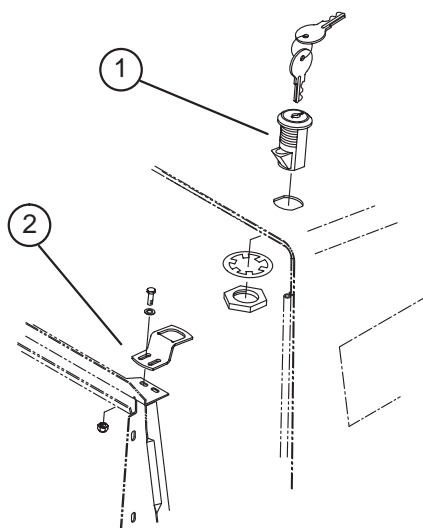

図4
3. 錠を取り付ける (ロックワッシャ、ナットを使用する)。錠のラッチがマシン側に向くように取り付ける (図4)。